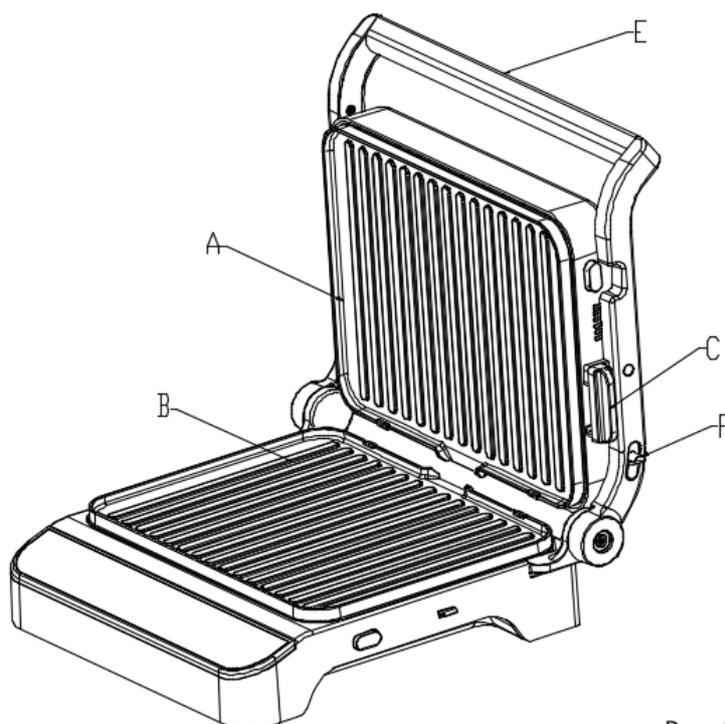

Рис. 4
2. Полуоткрытое состояние гриля — состояние прибора, при котором верхняя часть «А» поднята до вертикального упора (задан конструкцией рамки ручки), а верхняя пластина при этом образует с нижней угол примерно 105°, как показано на рис. 4. Такое состояние используется для приготовления продуктов открытым способом.
- теперь возьмитесь за ручку «Е» и плавно поднимайте верхнюю часть гриля до ощущения вертикального упора, который задан внутренним механизмом рамки ручки. В результате верхняя пластина образует с нижней угол примерно 105° как показано на рис. 4;
- теперь нижнюю рифлёную пластину для гриля «В» (см. рис. 4) можно заменить на гладкую пластину для гриля (опция, не входит в текущую комплектацию прибора и приобретается отдельно), на которой можно готовить блины, яйца, овощи и т.п. блюда.
- возьмитесь за ручку «Е» (рис. 4) и плавно поднимайте верхнюю часть гриля до ощущения вертикального упора, который задан внутренним механизмом рамки ручки. В результате верхняя пластина образует с нижней угол примерно 105°;